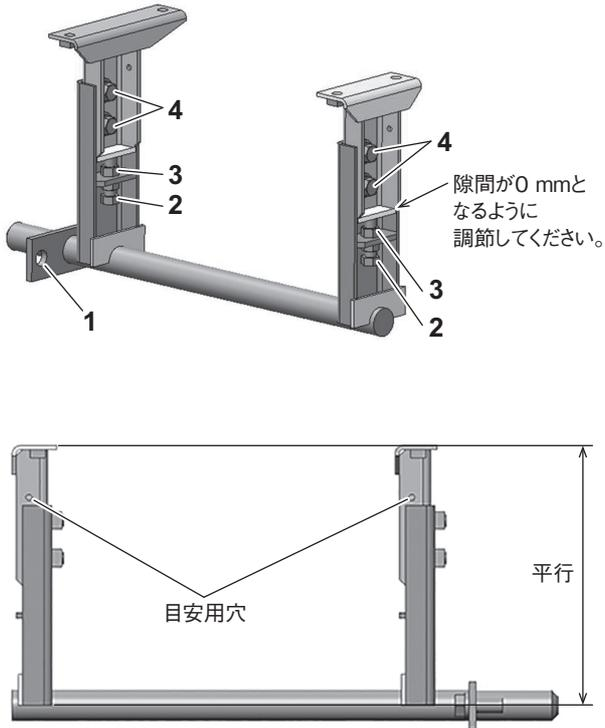

図 2-10
9. フレーム CMP (トリツケ (1) のストップボルト (2) を調節し、ロックナット (3) で固定します。このとき、目安用穴の見え方が同じになるようにセットします。その後、M10ボルト (4) (4本) で固定します。(図 2-10)